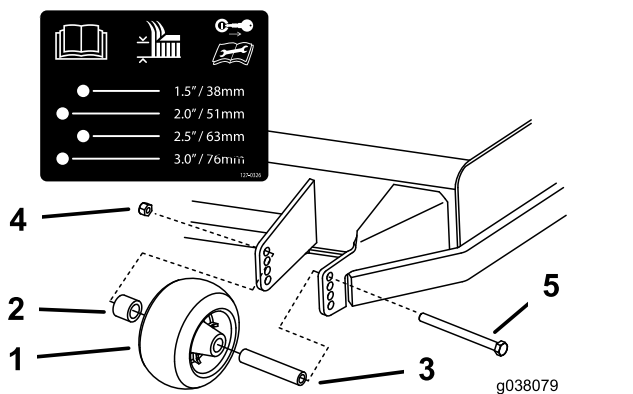

Рисунок 33
3. Отрегулируйте защитные валики, как показано на Рисунок 33.